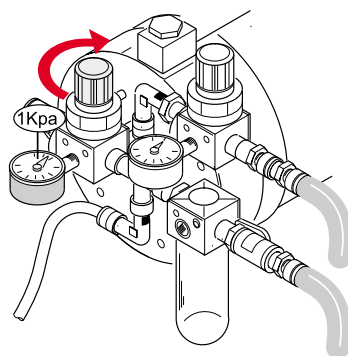

Fig.30
- 7) Ruotare in senso orario la ghiera del regolatore di pressione fino quando il manometro non arriva a segnare 1 Kpa (fig.30). A questo punto la pompa inizia a funzionare e dal tubo di scarico viene espulsa l'aria presente all'interno del circuito.